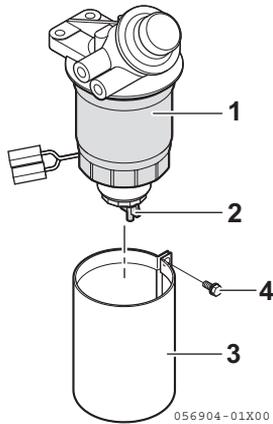

Figura 11
4. Solte a válvula de drenagem (**Figura 11, (2)**) no fundo do filtro de combustível/separador de água rodando no sentido contrário ao dos ponteiros do relógio e drene a água ou sedimento.